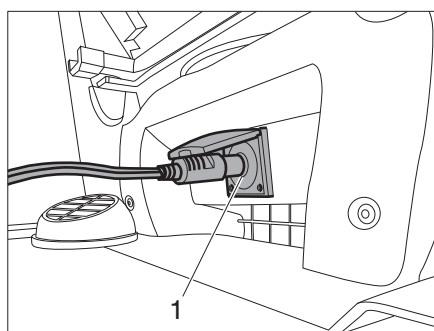

Figura 92 Conexión 12 V debajo del asiento
- Insertar el enchufe en la toma de 12 V (Figura 92, 1) debajo del asiento.
- ▷ Conectar la nevera portátil sólo a la toma de 12 V (Figura 92, 1). Todas las otras tomas son alimentadas por la batería del vehículo.